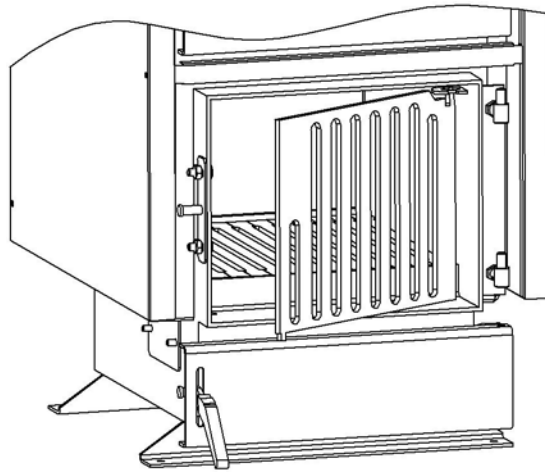

Рисунок 3 – Монтаж колосникової заслінки
6. Встановити колосникову заслінку (замовляється окремо) у відповідні отвори (див. рис. 3);